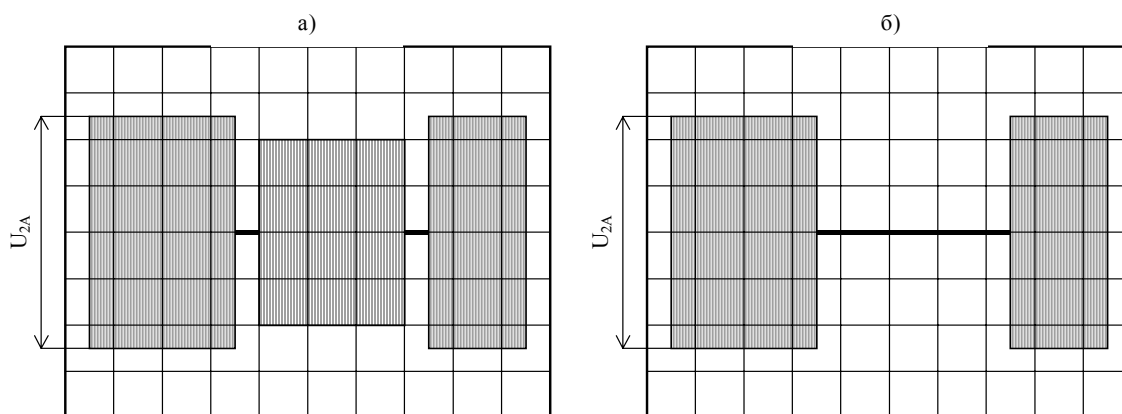

Рисунок 2.1 Осциллограмма сигналов: а) двухпроводного окончания, б) четырёхпроводного окончания.
- переключателем развертки добиться, чтобы на экране осциллографа наблюдались от 2 до 6 пакетов кодовых посылок (рисунок 2.1), минимальная длительность одного пакета составляет приблизительно 100 мс.;